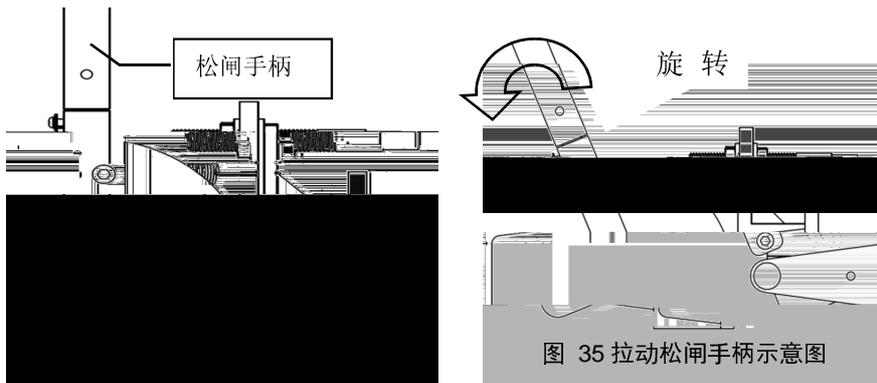

图 35 拉动松闸手柄示意图
2. 拉动松闸手柄使其绕支点旋转见（P12 图 35），此时制动器打开完成松闸动作。松闸时注意溜车速度和轿厢平层，平层完成立即松开松闸手柄停止松闸。